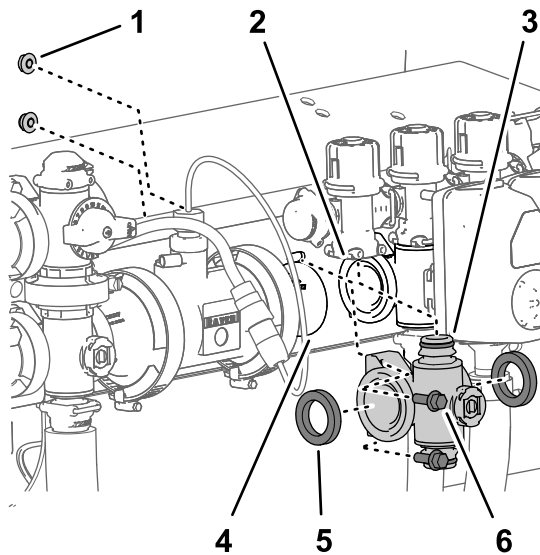

**Figura 116**
- Retire las 2 bridas de fijación que sujetan el distribuidor de sección a la bridas de los componentes adyacentes (Figura 116).